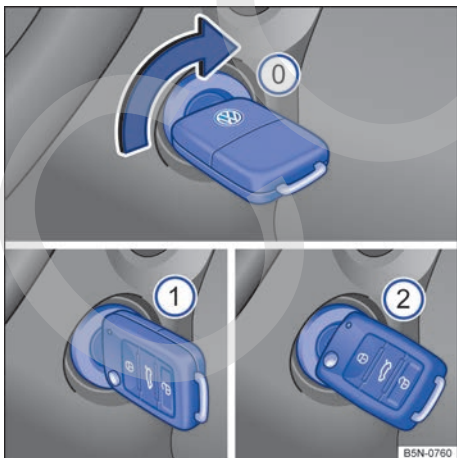

Fig. 85 Al lado del volante de la dirección, a la derecha: posiciones de la llave del vehículo en la cerradura de encendido.
Posiciones de la llave del vehículo → **fig. 85**
4.	Gire la llave del vehículo en la cerradura de encendido hasta la posición → fig. 85 ① para conectar el encendido. En ese momento la luz de control del sistema de arranque en caliente se encenderá en el instrumento combinado.
6.	Gire la llave del vehículo en la cerradura de encendido hasta la posición → fig. 85 ② para poner en marcha el motor – sin acelerar. En caso de que no se respete la etapa 5, la luz de control titilará indicando la necesidad de interrumpir el procedimiento de partida y repetirlo después de volver la llave a la posición → fig. 85 ③ y esperar aproximadamente 10 segundos.
5.	Girar la llave del vehículo en la cerradura de encendido a la posición → fig. 85  .